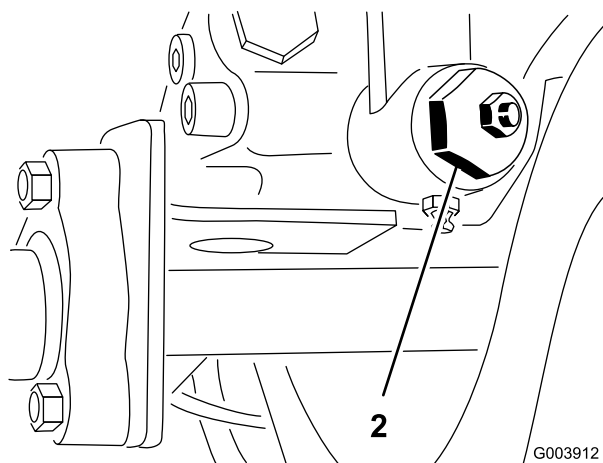

Figura 61
- Sob o lado direito da máquina, solte a porca de bloqueio no excêntrico de ajuste da tracção (Figura 61).